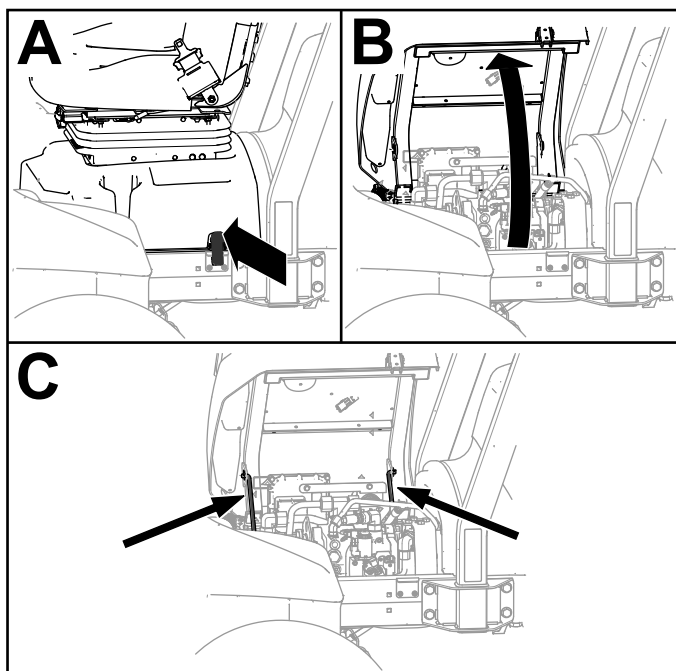

Bild 39
1. Entriegeln Sie das Sitzunterteil (A in Bild 39).
2. Klappen Sie den Sitz und das Sitzunterteil auf (B von Bild 39).
3. Stützen Sie beides mit den Stützen ab (C von Bild 39).